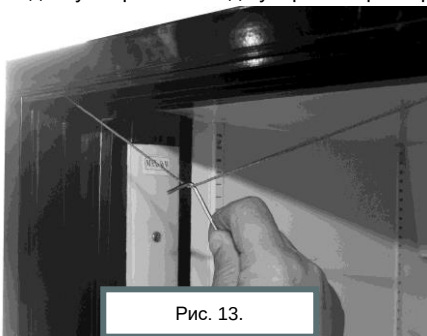

Рис. 13.
1. Открыть и зафиксировать дверь. Крючком зацепить шнур противовеса (см. рис. 13).